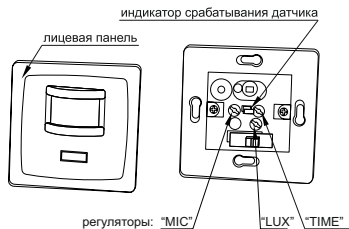

Рисунок 9 – Конструкция датчика движения ДД 035
- снять лицевую панель с основания датчика, поддев её отверткой с прямым шлицем (рисунок 9);
Регуляторы «LUX», «TIME», «MIC» находятся под лицевой панелью датчика (рисунок 9). Регулировка осуществляется с помощью отвёртки с прямым шлицем.